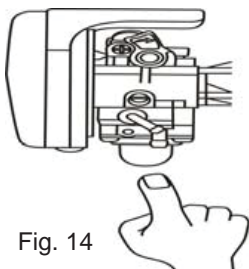

Fig. 14
1. Prima a bomba de gasolina 5 vezes. Fig.14.